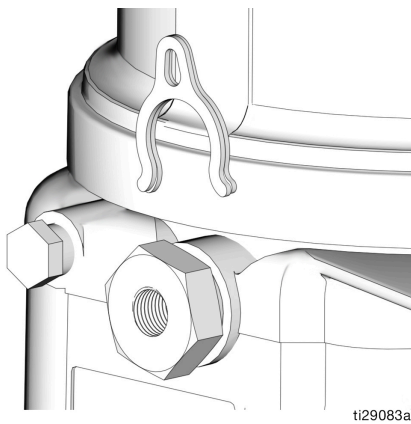

FIG. 18
2. Utiliser une clé pour desserrer l'élément de pompe en le tournant dans le sens contraire aux aiguilles d'une montre. Ne pas déposer entièrement l'élément de pompe. Faire suffisamment sortir l'élément de pompe pour faire glisser l'entretoise en avant ou en arrière (FIG. 18).
La commande du volume de la pompe se règle en n'utilisant soit aucune entretoise, ou (1) ou (2) entretoises (FIG. 18).